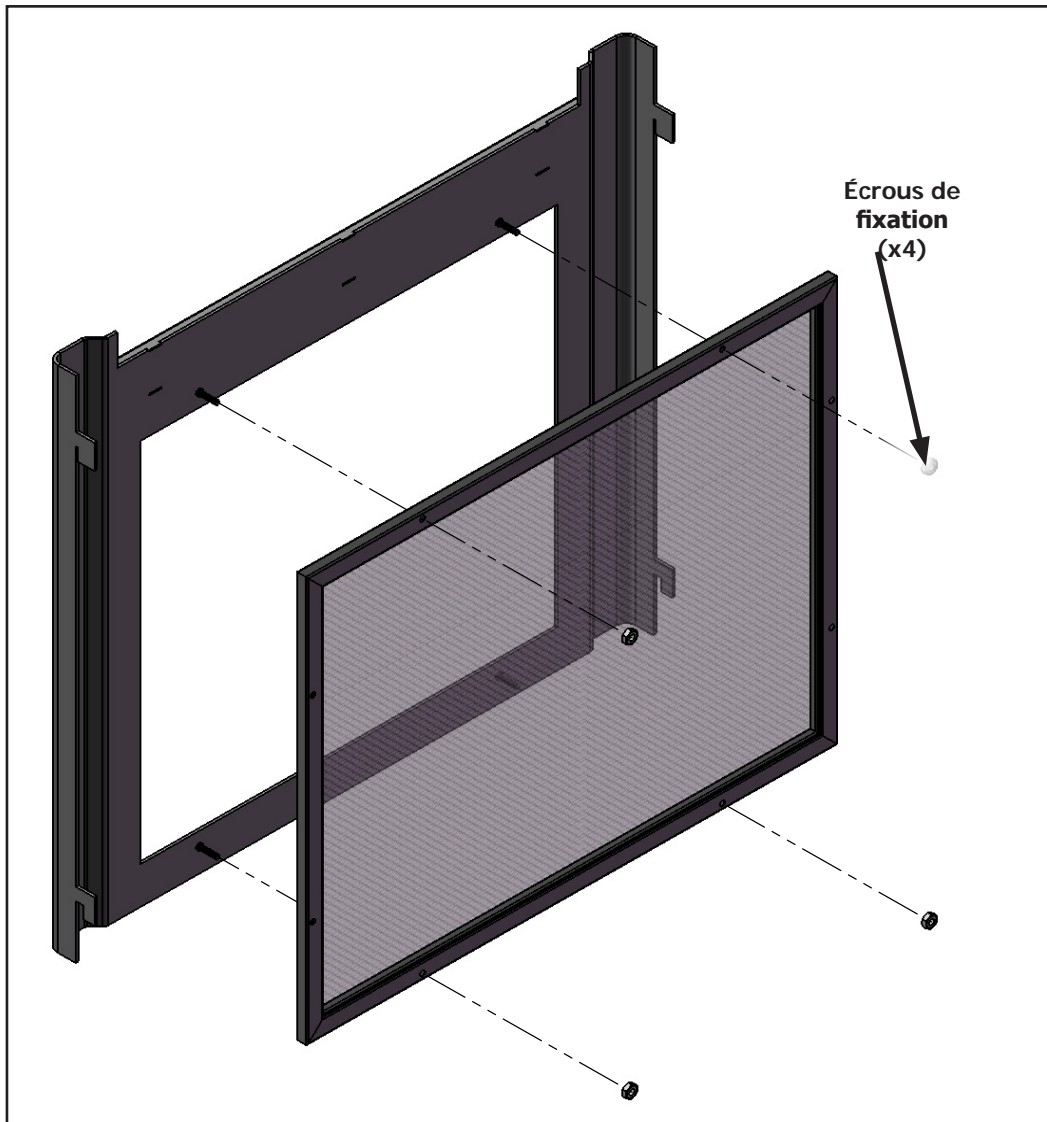

Figure 45. Dépose de l'écran de sécurité
Étape 3: Déposer les quatre écrous de fixation de l'arrière de la porte en acier (figure 45) à l'aide d'une clé ou douille de 11/32".